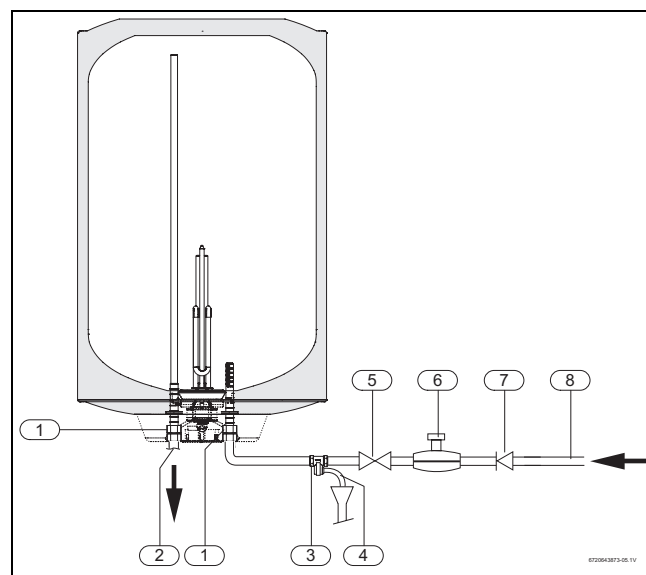

Fig. 8 Ligação de água
- Instalar a válvula de segurança na entrada de água do termoacumulador (→ Fig. 8).
Se a pressão de entrada de água for superior a 80% da pressão máxima do termoacumulador (6¹⁾ ou 8 bar), ou seja 4.8 bar e 6.4 bar, instalar uma válvula redutora (→ Fig. 8). A válvula de segurança vai actuar sempre que a pressão da água no termoacumulador for superior a 6 bar, pelo que é necessário prever uma forma de canalizar o escoamento dessa água.
De forma a evitar problemas provocados por alterações de pressão súbitas na alimentação, aconselha-se a montagem de uma válvula anti-retorno a montante do termoacumulador (→ Fig. 8, [7]).
- ▶ Fechar a válvula de corte de água (→ Fig. 8).